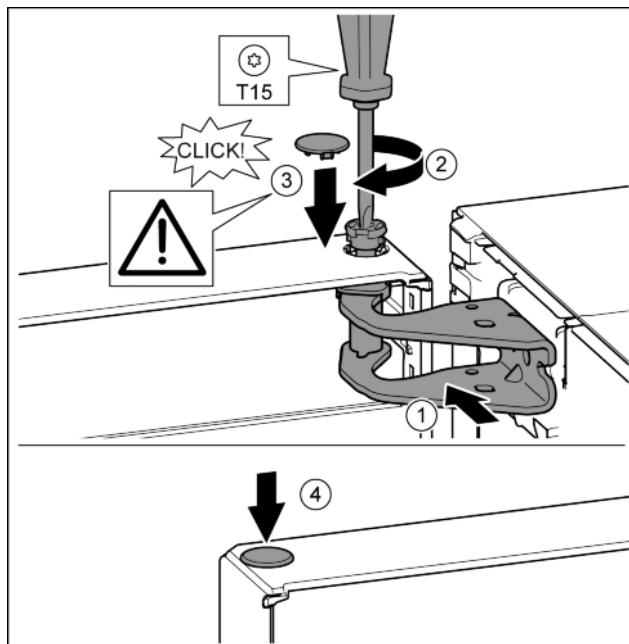

Fig. 19
- Aliniați ușa sus spre deschizătură în suportul de lagăr. Fig. 19 (1)
- Introduceți bolțul și înșurubați-l ferm cu șurubelnīța T15. Fig. 19 (2)
- Montarea capacului de siguranță pentru siguranța ușii: Introduceți capacul de siguranță și controlați dacă este așezat pe ușă. În caz contrar, introduceți complet bolțul. Fig. 19 (3)
- Introduceți dopul. Fig. 19 (4)